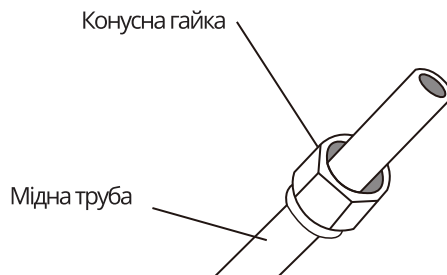

Рис. 5.3
3. Встановіть конусні гайки на обох кінцях труби. Переконайтеся, що вони стикаються в правильному напрямку, тому що ви не зможете потім їх встановити або змінити напрямок після розвальцьовування. Див Рис. 5.3.